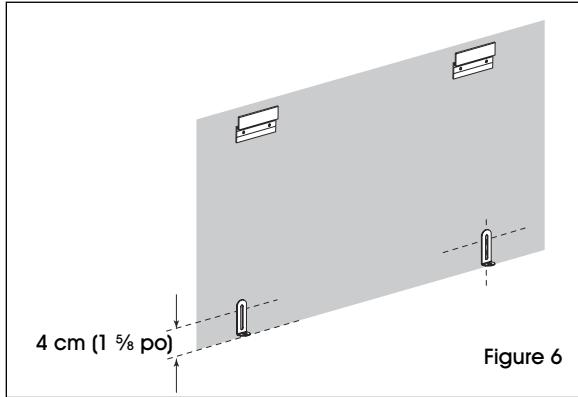

Figure 6
1. Avec le tableau suspendu par les supports du haut, alignez les supports en L sur les trous prépercés (situés au bas du cadre) et marquez la position. (Voir Figure 6)